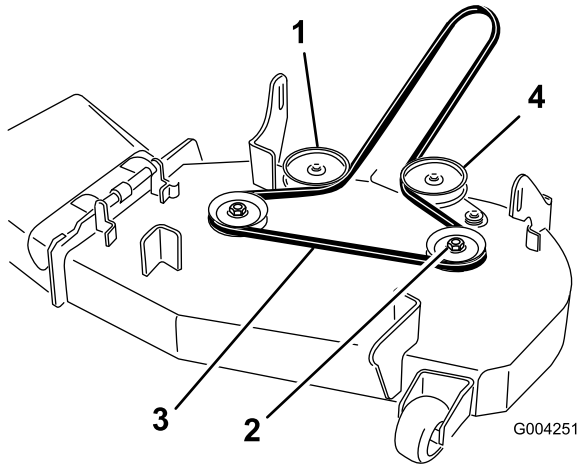
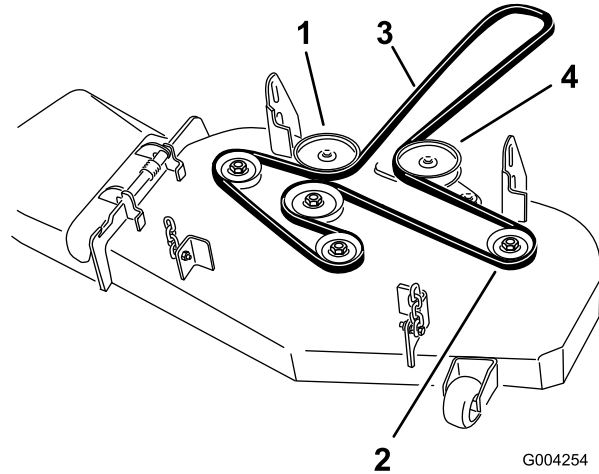

Figura 42
Figura 43
4. Tire del brazo tensor para aliviar la tensión de la correa sobre la polea de la izquierda (Figura 42 o Figura 43).
6. Pase la correa nueva alrededor de las poleas (Figura 42 o Figura 43).